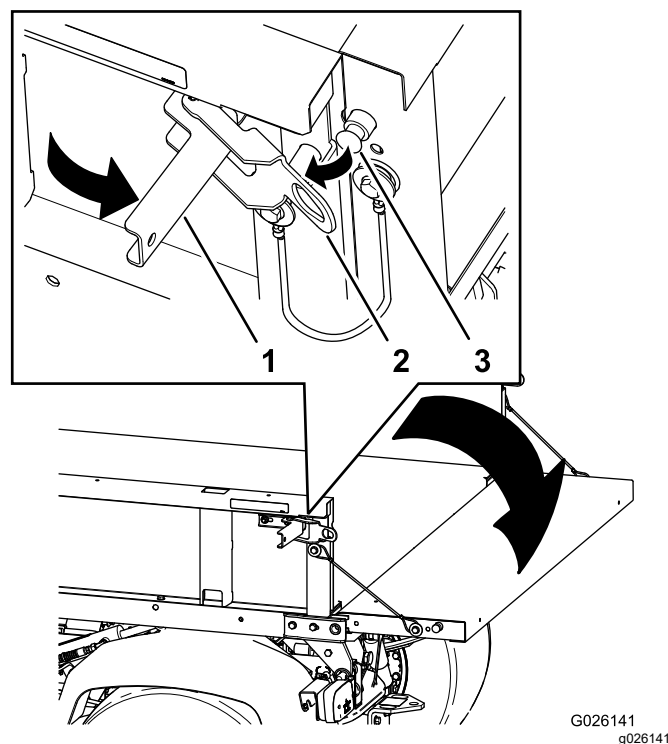

Figura 15
2. Abra os trincos nos lados esquerdo e direito da plataforma de carga e baixe a porta traseira (Figura 15).